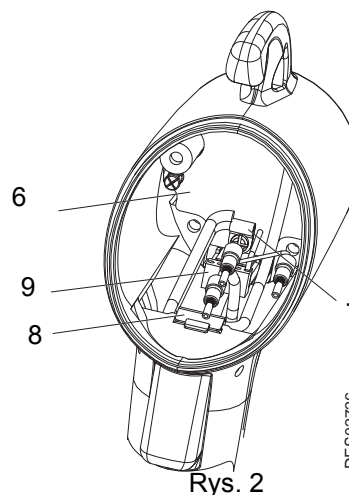

Rys. 1
- **Etap 7:** Zamocować przewód zielono-żółty (poz.4 rys.1) na stopce rękkości.
- **Etap 8:** Ponownie umieścić stopkę (poz.3 rys. 1), dokręcić dławnicę z momentem 3,5N.m, zacisk kabla powinien być uprzednio odłączony od dławnicy. Następnie zakręcić zacisk kabla na dławnicy.